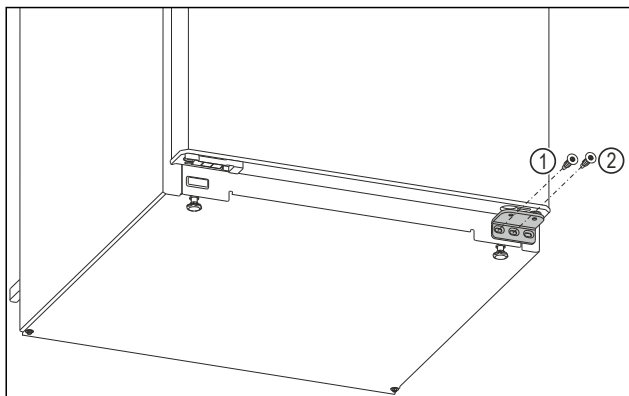

Fig. 4
- Sur le support de palier inférieur, dévisser la vis intérieure avec un tournevis Torx 20. Fig. 4 (1)
- Sur le support de palier inférieur, dévisser la vis centrale avec un tournevis Torx 20. Fig. 4 (2)